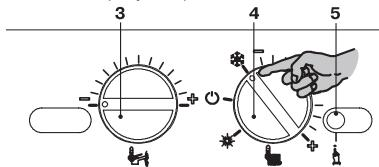
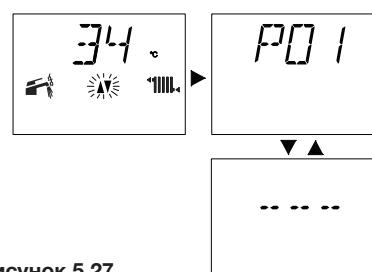
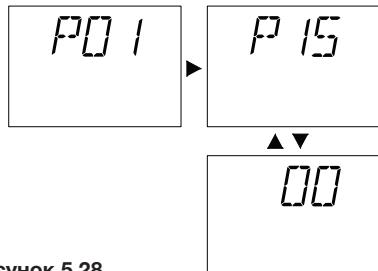

Рисунок 5.25
Рисунок 5.27
Рисунок 5.28
5.24), войдите в режим программирования, нажав и удерживая в течение 15 секунд кнопку сброса 5 (Рисунок 5.25), пока на ЖК-дисплее не появится параметр P01. На ЖК-дисплее последовательно отобразятся следующие символы (параметр P01 будет загораться поочередно). См. Рис. 5.27.
- Нажмите кнопку сброса 5 (Рисунок 5.25) и пропустите параметры, пока не дойдете до параметра P15, предназначенного для настройки коэффициента К. На ЖК-дисплее последовательно отобразятся следующие символы (параметр P15 будет загораться поочередно с 00), см. Рис. 5.28.